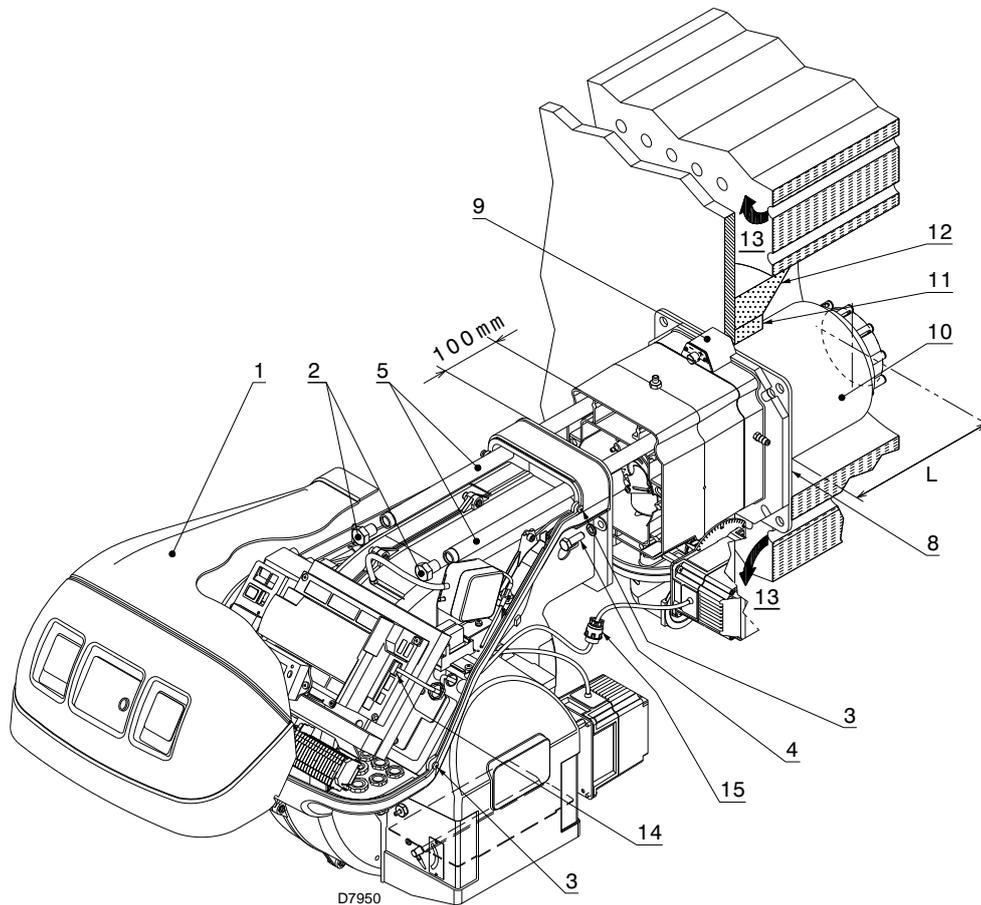

Fig. 17
Per le caldaie con giro dei fumi anteriore 13)(Fig. 17), o con camera ad inversione di fiamma, eseguire una protezione in materiale refrattario 11), tra refrattario caldaia 12) e boccaglio 10).
Per le caldaie con il frontale raffreddato ad acqua non è necessario il rivestimento refrattario 11)-12)(Fig. 17), se non vi è espressa richiesta del costruttore della caldaia.
Separare la testa di combustione dal resto del bruciatore, come in Fig. 17; procedere come segue:
- rimontare il bruciatore sulle guide 3) a circa 100 mm dal manicotto 4) - bruciatore nella posizione illustrata in Fig. 17;
- connettere la spina del servomotore 14)(Fig. 17) ed avvitare il passacavo 15);